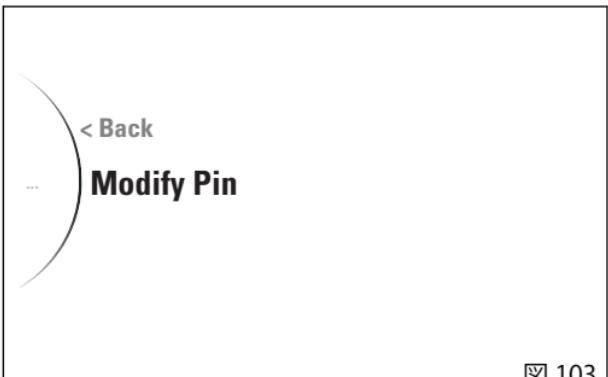

図103
- “Modify Pin”を選択し(図103)、ENTERボタンを押します。